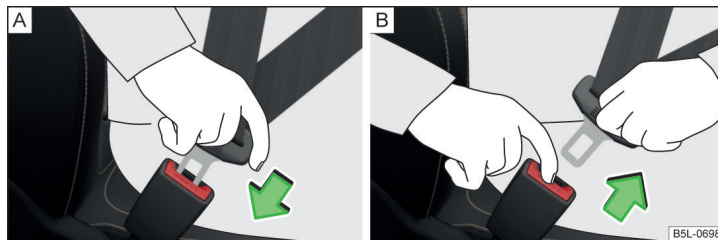

Fig. 7 Fixarea sau desfacerea centurii de siguranță
- › Introduceți clema de fixare în catarama aferentă a centurii de siguranță » fig. 7 - [A] până când se fixează cu un declic.
- › Prindeți clema de fixare și apăsați tasta de culoare roșie de pe catarama centurii » fig. 7 - [B], clema de fixare sare în exterior.